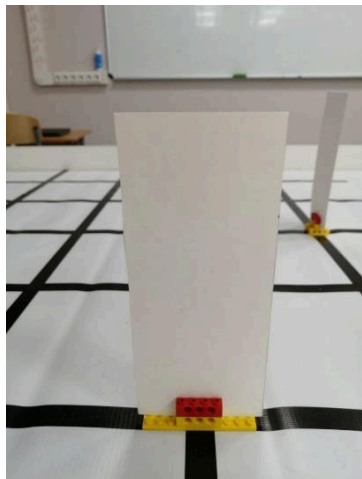

Рисунок 2.
1. Балка с шипами 1x4 – 6 шт. (смотрите рис. 2).